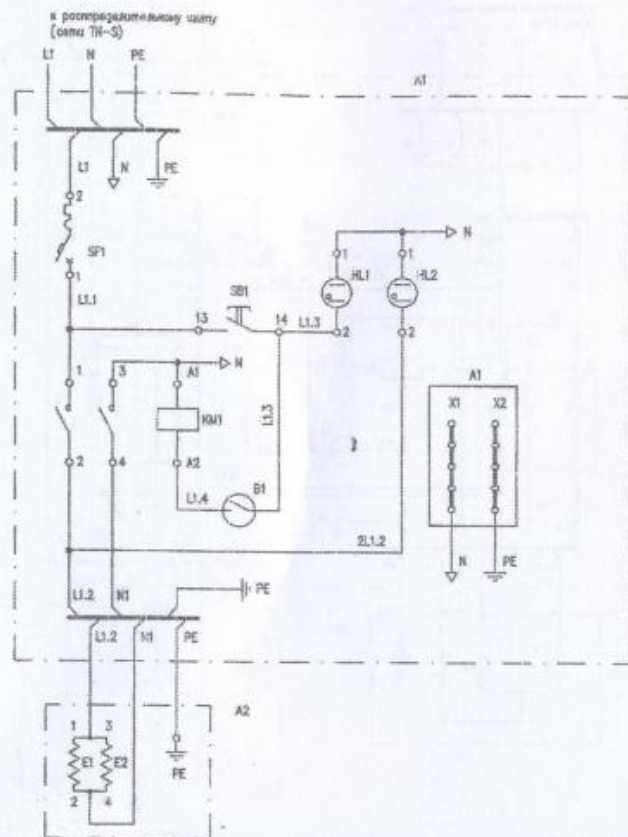

Рисунок 2.3. Схема электрическая принципиальная, аквадистиллятор ДЭ-4М.
6.12.3. ДЭ-4М: подключите электрощит 21 к сети 220 В переменного тока, через автоматический выключатель, с помощью сетевого кабеля 25 (см. рис.1) Жила А - подключается к нулевому проводу, жила В - подключается к фазному проводу (определяется прозвонкой или по цвету жил), желто-зеленая жила подключается к земле (см. рис.2.3).